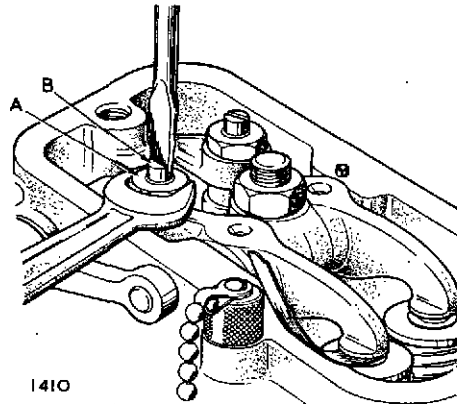

Fig. 5
27. To adjust valve rockers (Fig. 5)